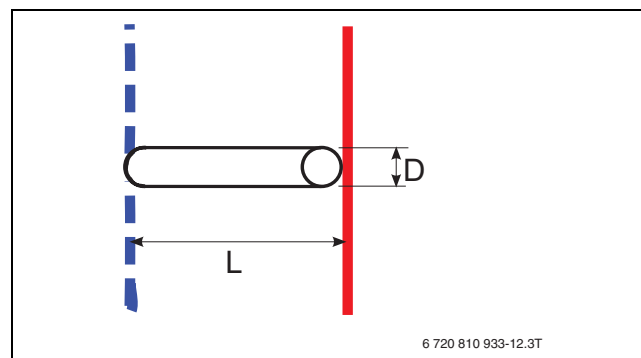

Fig. 4 Vista detallada bypass (→ [1] fig. 2 y 3)
- [1] Bypass (→ fig. 4) (→ [1] tab. 8)
Longitud mínima de bypass ([L] → fig. 4)	Longitud mínima de bypass ([L] → fig. 4)